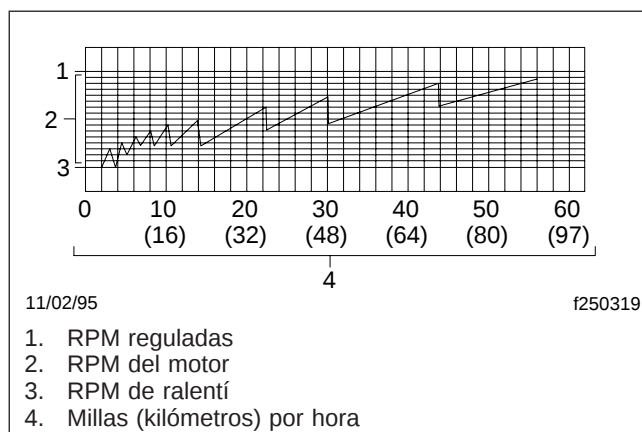

Figura 7.7, Patrón de cambios progresivos
3. Pocas veces es necesario acelerar el motor hasta la velocidad de régimen en las marchas bajas para poner el vehículo en movimiento, excepto en situaciones de alta demanda de energía, como arrancar subiendo una cuesta. Para conservar combustible, comience en una marcha baja, y desarrolle solamente la velocidad del motor necesaria para empezar a rodar. Después, aumente la velocidad del motor gradualmente mientras cambia a marchas superiores. Esta técnica hará que le vehículo llegue a la velocidad de cruce deseada mientras reduce al mínimo la emisión de ruido y aumenta al máximo la economía de combustible. Se representa un patrón progresivo de cambios en la Figura 7.7.